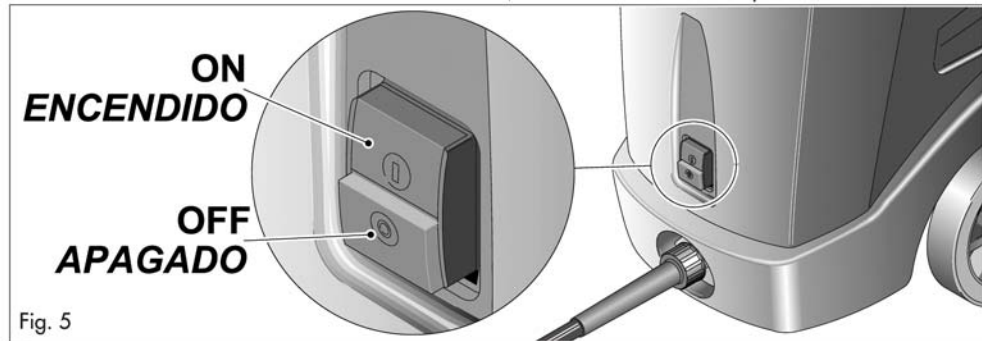

Fig. 5
- 7 Move the ON/OFF switch to the ON position (fig.5)
- 7 Desplacen el interruptor ON/OFF en posición ON (fig.5)